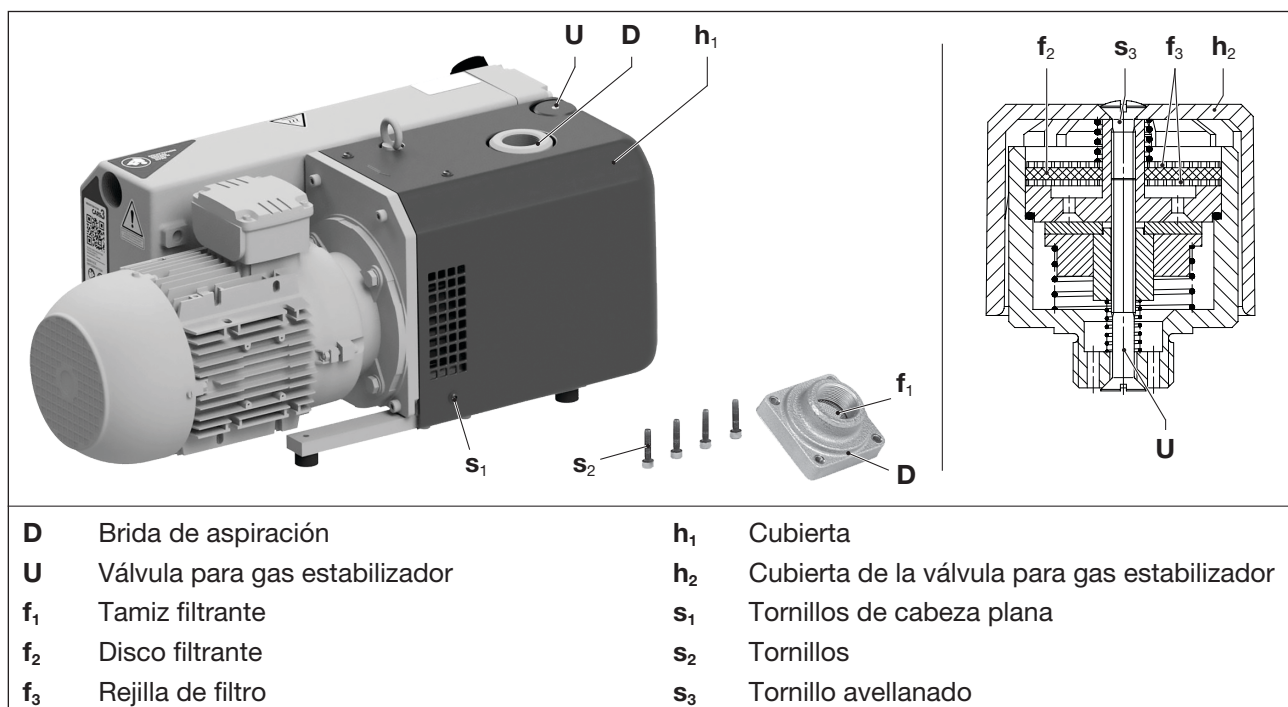

Fig. 6 Tamiz filtrante y válvula para gas estabilizador
El tamiz filtrante (Fig. 6/f₁) se debe limpiar lavándolo o utilizando aire comprimido o sustituirlo con mayor o menor frecuencia en función del grado de suciedad del medio aspirado.
- Aflojar cuatro tornillos de cabeza plana (Fig. 6/s₁) de la cubierta (Fig. 6/h₁) y retirarla.
- Aflojar los cuatro tornillos (Fig. 6/s₂) de la brida de aspiración (Fig. 6/D) y retirar la brida de aspiración.
- Limpiar el tamiz filtrante (Fig. 6/f₁) de la brida de aspiración.
- Colocar la brida de aspiración (Fig. 6/D) y fijarla con los tornillos (Fig. 6/s₂). Par de apriete: 25 Nm
- Colocar la cubierta (Fig. 6/h₁) y fijar con los tornillos de cabeza plana (Fig. 6/s₁). Par de apriete: 5 Nm
Las bombas funcionan con una válvula de lastre de gas (Fig. 6/U). Limpiar el disco filtrante integrado (Fig. 6/f₂) y las rejillas de filtro (Fig. 6/f₃) con mayor o menor frecuencia según el grado de suciedad del medio aspirado. Para la VCX, limpiar los elementos filtrantes de ambas válvulas para gas estabilizador.
- Aflojando los tornillos avellanados (Fig. 6/s₃) y retirando la cubierta de plástico (Fig. 6/h₂) se pueden extraer las piezas del filtro para su limpieza.
- Limpiar el disco filtrante (Fig. 6/f₂) y las dos rejillas de filtro (Fig. 6/f₃) con aire comprimido o sustituir.
- Colocar un disco filtrante (Fig. 6/f₂) entre las rejillas de filtro (Fig. 6/f₃) e introducirlo en la válvula. Colocar la cubierta de plástico (Fig. 6/h₂) y fijarla con tornillos avellanados (Fig. 6/s₃). Apretar el tornillo a mano.